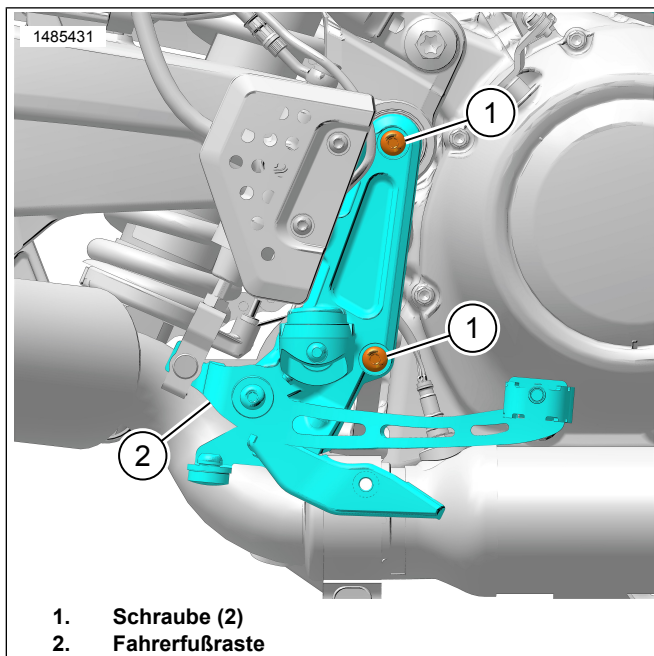

Abbildung 2. Fahrerfußraste
2. Abbildung 2 Die Schrauben (1) entfernen.
- a. Die Fahrerfußstütze (2) sicher ablegen.
1. Abbildung 2 Die Fahrerfußraste (2) anbringen.
2. Das Gewinde der Schrauben (1) und die Bohrungen im Rahmen reinigen.
3. Gewindegewandmittel auf die Schrauben (1) auftragen.